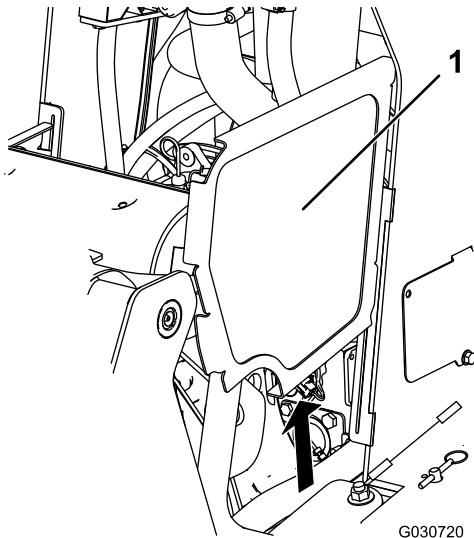

Bild 37
2. Schieben Sie die Seitengitter (Bild 37) nach oben und aus den Schlitzen im vorderen Gitter und im Rahmen.